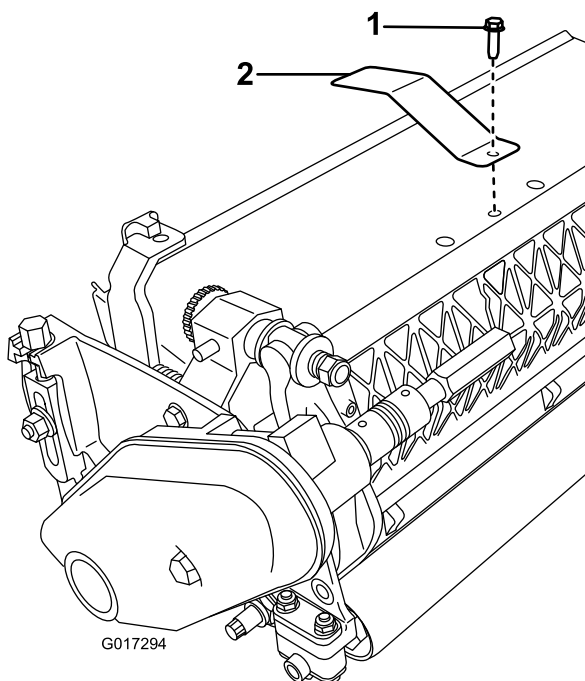

Figura 3
2. Rimuovete il bullone centrale del carter dell'erba (Figura 3).
3. Montate la piastra di misurazione sopra l'elemento di taglio tramite il bullone rimosso in precedenza (Figura 3).